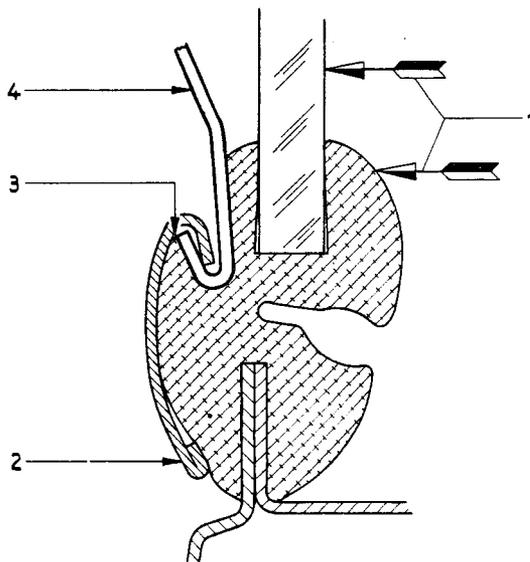

Bild 14 - Scheibenzierleiste einziehen
12. Scheibenzierleisten-Einzieher SW-161 unter Mitte Windschutzscheibe in Gummifassung einsetzen und freies Ende des Werkzeuges unter die Zierleiste drücken (Bild 14).